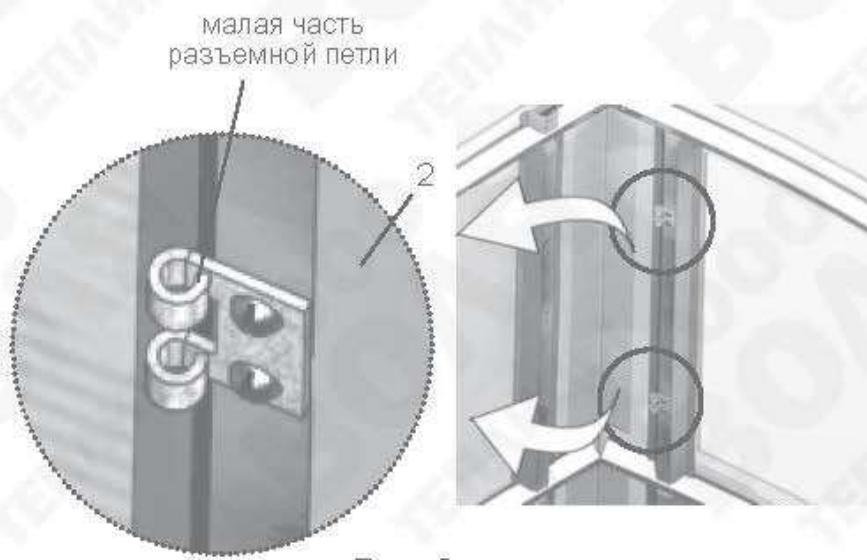

Рис.4
5. На детали **2** (коньковая) установите малую часть разъемной петли (**рис. 4**).